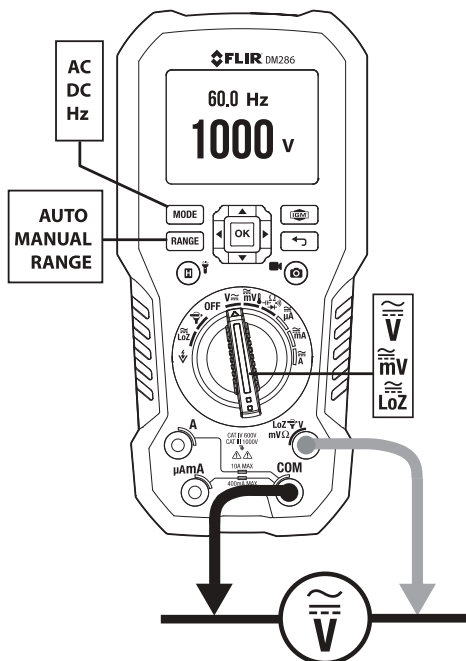

Fig. 9.3 Mesure de la fréquence et de la tension
1. Réglez le commutateur de fonction sur l'une des positions suivantes. Voir la Fig. 9.3.